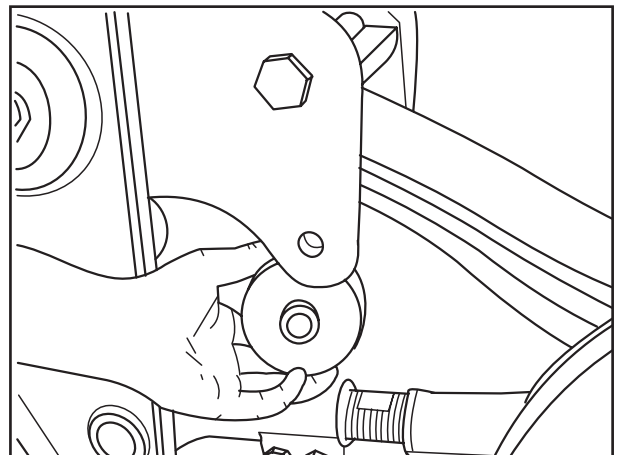

Рис. 5
- [8] Вынуть ролики с трубкой (рис. 5) из обеих сторон балансира и опоры.